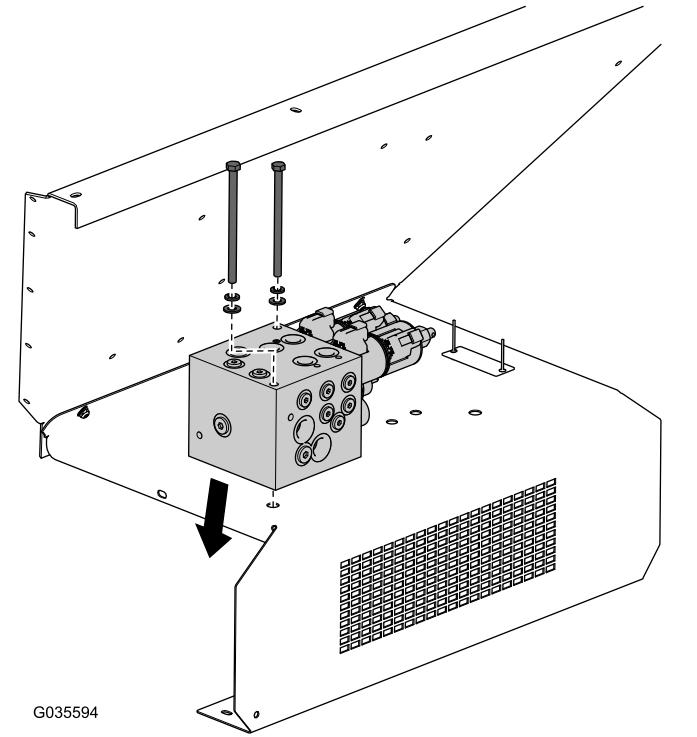

Bild 11
10. Befestigen Sie den Verteiler mit den vorher entfernten Schrauben und Scheiben an der neuen Spülschutzvorrichtung (Bild 11).